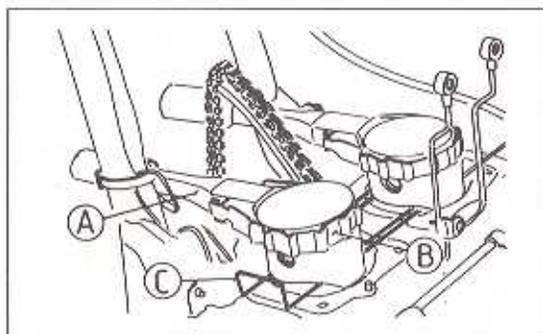

Bild 118
- Den Pleuellager aus dem Pleuellager entfernen (Bild 118).